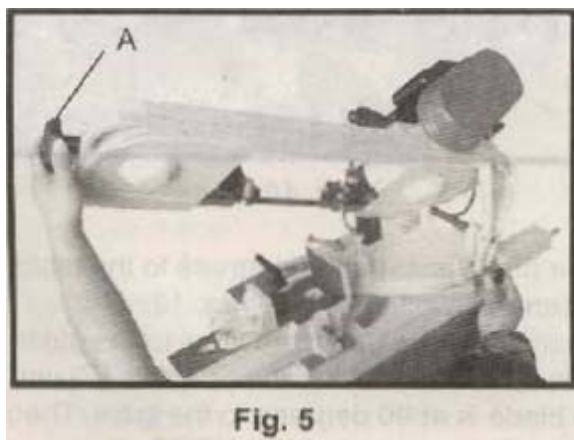

Fig. 5
2. Tournez le volant de tension de la lame (A), dans le sens horaire pour l'augmenter, dans le sens contraire pour la diminuer. La lame est correctement tendue quand elle est suffisamment serrée pour éviter tout patinage entre la lame et les roues. Fig. 5